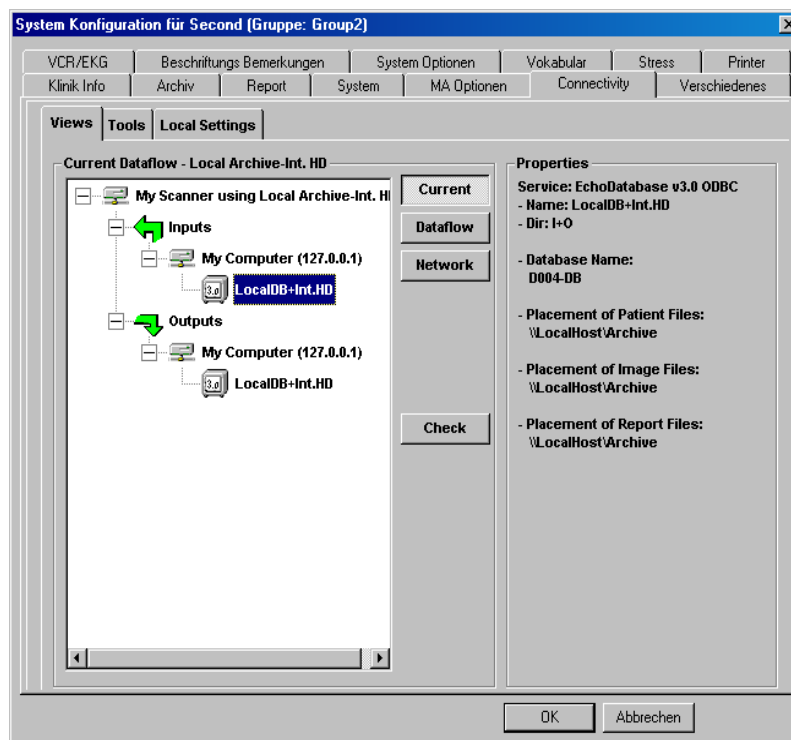

Abbildung 14-23: Registerkarte Kompatibilität
2. Steuern Sie mit dem TRACKBALL die Option **Kompatibilität** an und drücken Sie **Auswahl**. Die Registerkarte **Kompatibilität** wird angezeigt, siehe Abbildung 14-23.